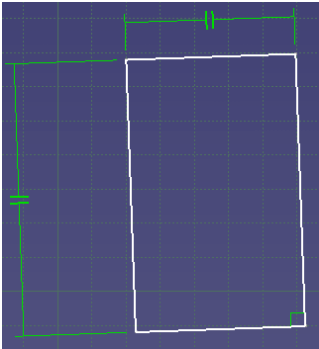

Bild 4.12 Geometrisch stabiles Rechteck
Erzeugen Sie das Profil ungefähr maßstäblich. Achten Sie aber unbedingt darauf, dass keine geometrischen Bedingungen wie *Horizontal (H)* oder *Vertical (V)* in Ihrer Skizze vorkommen. Diese implizieren eine Referenz auf das Hauptkoordinatensystem und können Formstabilität vortäuschen. Löschen Sie diese Bedingungen gegebenenfalls nachträglich aus der Profilskizze heraus. Ergebnis sollte ein geometrisches stabiles Rechteck sein (Bild 4.12).